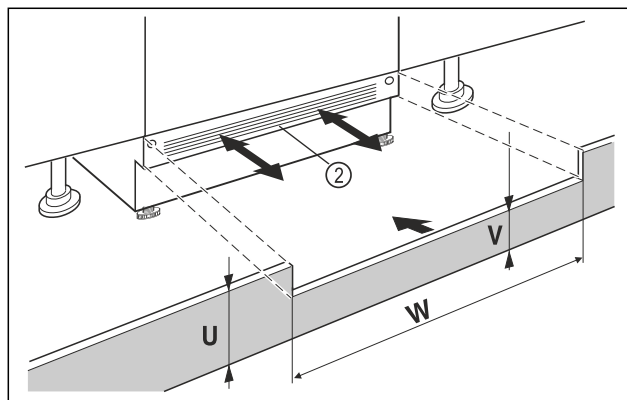

Fig. 62 Voorbeeldweergave
- Plaats de afdekking van de onderkant van het apparaat Fig. 62 (2) maar zet hem nog niet vast.
- Als de sokkelafdekking Fig. 62 (2) zichtbaar is, trek het dan naar voren totdat de voorkant van het ventilatierooster en de sokkelafdekking van het meubel gelijk zijn.
- Bij een verborgen sokkelafdekking Fig. 62 (2), deze gehele naar achteren schuiven.
- Controleer of de ventilatiesleuven volledig vrij zijn: Snijd indien nodig de hoogte van de sokkelafdekking Fig. 62 (U) op maat!
- Pas de hoogte van de balk onder de sokkelafdekking van het apparaat Fig. 62 (W) aan de breedte Fig. 62 (V) van de nis Fig. 62 (2) aan.